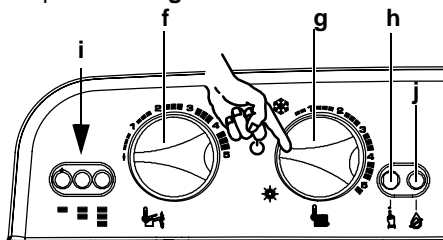

Fig. 8.2 Tablero de mandos
- 10 Colocar el conmutador de función igual que en la **Fig. 8.2**